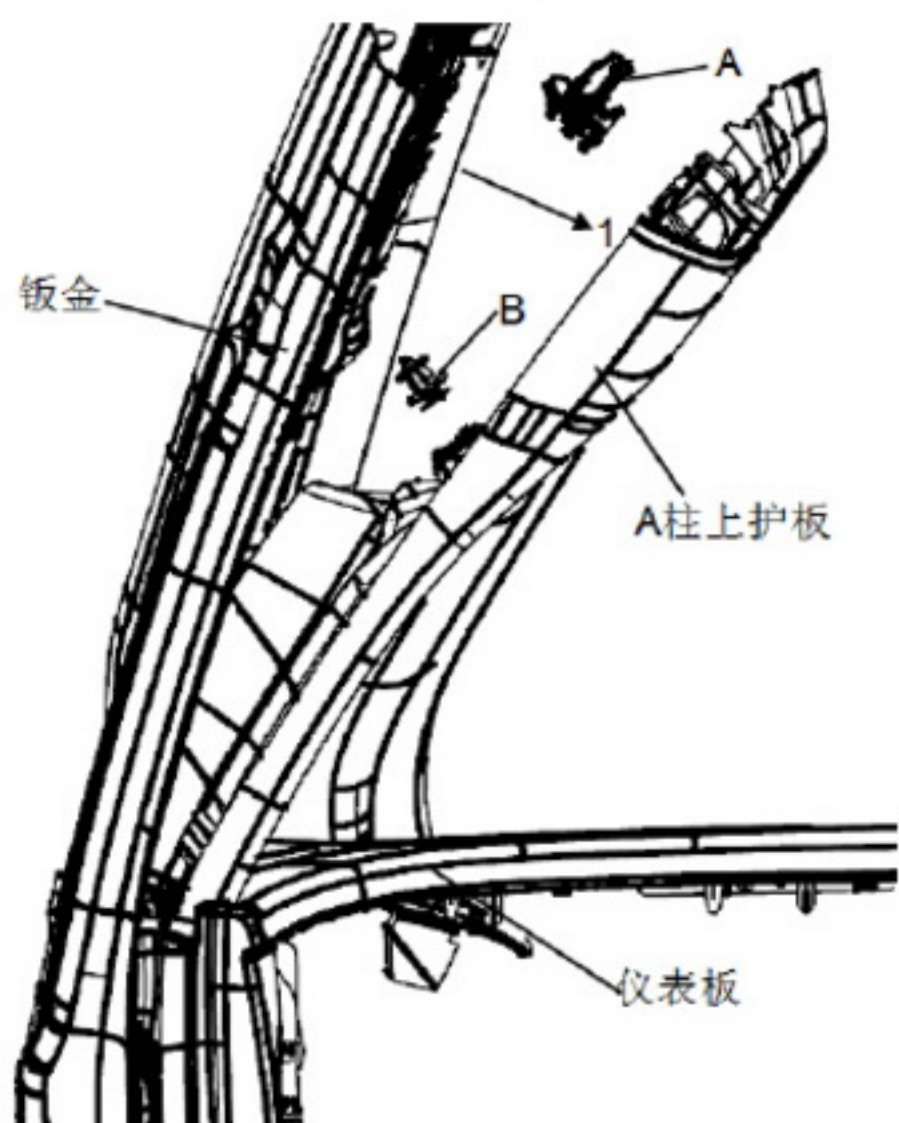

图1-58 A柱上护板拆卸示意
- (1) 松开 A 柱配合区域的门框密封条
- (2) 拆除 A 柱除霜风口盖板
- (3) 拆除 A 柱上护板
- (4) 使用缠有保护胶带的一字螺丝刀沿图 1-58 中箭头 1 方向往外撬出前部底边，用双手往外掰。
- (5) 把塑料卡扣紧固点（3 个）从钣金分离后，沿图图 1-58 中箭头 2 方向往上拿出 A 柱上护板。